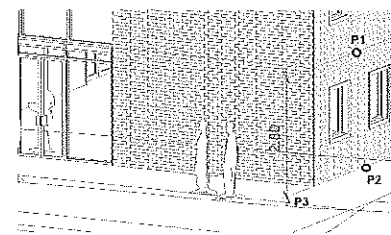

Figura 15.66 – Pontos de referência da cota.
5. Clique na aba **Anotar > Cota > Alinhada** e marque os pontos da cota, como na Figura 15.66.